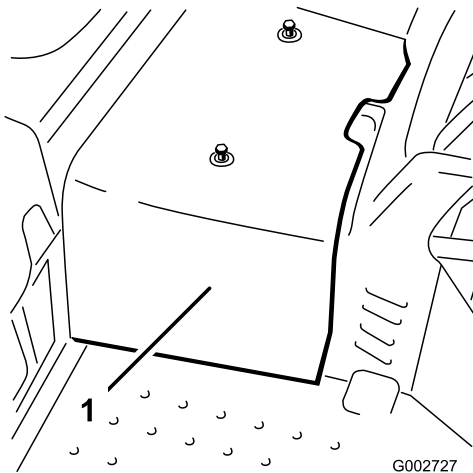

Figura 32
2. Afloje las 2 tuercas que fijan la cubierta central a la máquina y retire la cubierta (Figura 32).